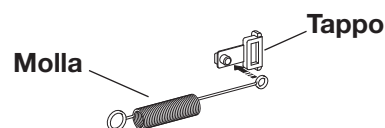

Fig. 8
- Infilare l'occhiello più piccolo della molla sul tappo in plastica della griglia (2 tappi + 2 molle per ogni griglia). Fig. 8